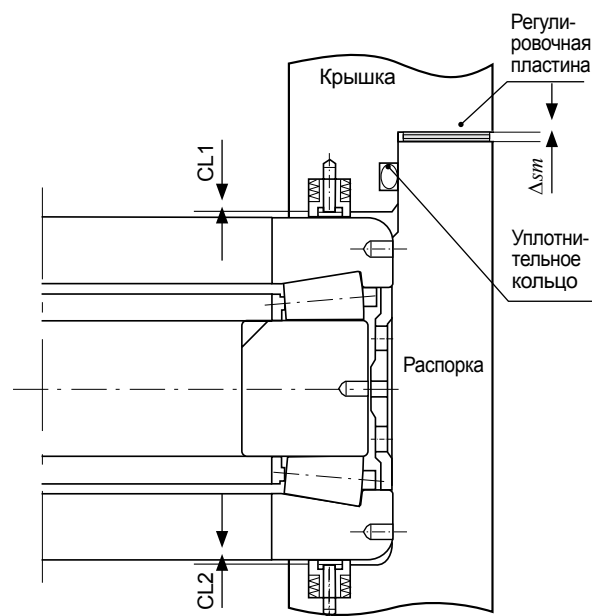

Рис. 3.44. Сборка с пружинами преднатяга
- (7) Снимите крышку и установите набор регулировочных пластин (Δsm) на крышку.
- (8) При помощи оправки снимите подшипник с распорки, установите пружину преднатяга и соберите подшипник в распорку.
- (9) Установите уплотнительное кольцо и пружину на крышку и установите крышку на распорку.
- (10) Затяните болты крышки требуемым моментом.
- (11) После сборки убедитесь в том, что $CL1 + CL2 = 0.5\text{mm}$. (**Рис. 3.44**)